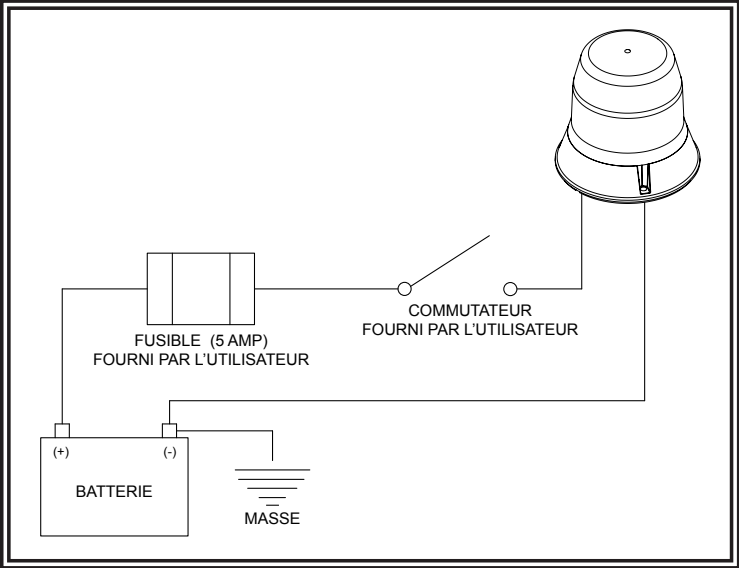
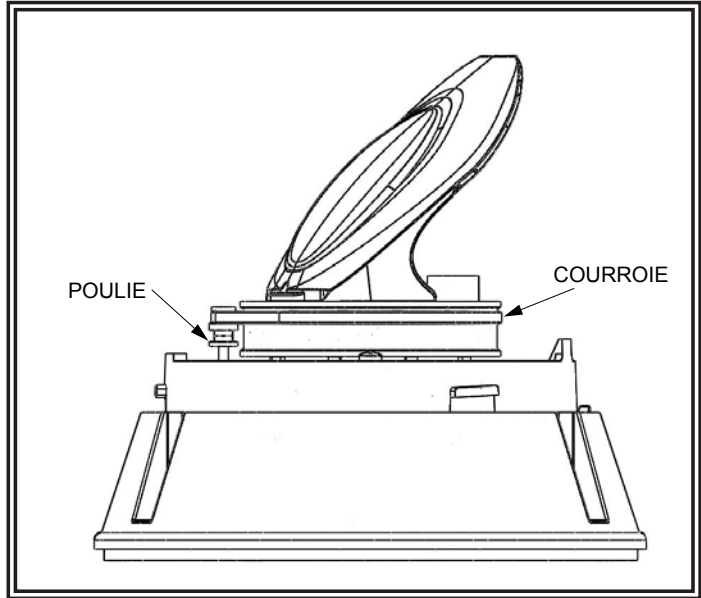

FIGURE 4
FIGURE 5
2. Retirez les trois (3) boulons de montage de la base.
6. Câblez le gyrophare comme indiqué sur la FIGURE 4. Appliquez du produit d'étanchéité autour des fils à l'endroit où ils passent à travers la surface de montage pour éviter les fuites.
5. Câblez le gyrophare comme indiqué sur la FIGURE 4. Appliquez du produit d'étanchéité autour des fils à l'endroit où ils passent à travers la surface de montage pour éviter les fuites.
Le câblage se fait comme indiqué sur la FIGURE 4. Tout le câblage doit être un minimum de 18 AWG (0.83 mm²). La ligne positive doit avoir un fusible de 5 ampères, comme illustré. Un commutateur peut être utilisé pour contrôler la fonction marche / arrêt. Acheminez le fil de terre directement à la borne négative de la batterie. Emballez de la graisse diélectrique, telle que Dow Corning 4, autour de chaque connexion électrique exposée à l'humidité ou à l'environnement ambiant. Pour un système de 24 VCC, retirez l'ampoule, déplacez la courroie vers la fente supérieure de la poulie, comme indiqué sur la FIGURE 5, puis remettez l'ampoule en place.